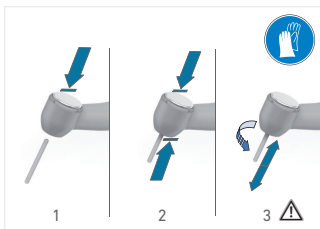

図3
1. 機器とカップリングの接続を外し、バーを取り外します (図 3 ステップ 1)。